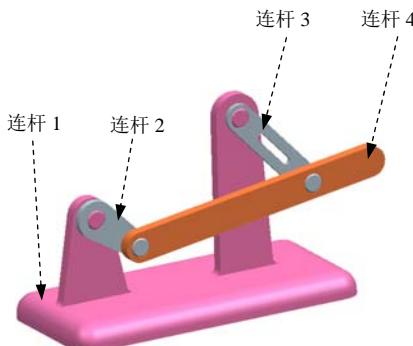

图 2.4.2 选取连杆
(2) 定义连杆对象。在 **选择几何对象以定义连杆** 的提示下，选取图 2.4.2 所示的零件为固定连杆 1。
(3) 定义连杆质量属性。在 **质量属性选项** 下拉列表中选择 **自动** 选项。
(4) 设置连杆类型。在 **设置** 区域中选中 **固定连杆** 复选框。
(5) 定义连杆名称。在 **名称** 文本框中采用默认的连杆名称“L001”。
(6) 在“连杆”对话框中单击 **确定** 按钮，完成固定连杆 1 的定义。
(1) 选择命令。选择下拉菜单 **插入(S)** → **链接(L)** 命令，系统弹出“连杆”对话框。
(2) 定义连杆对象。选取图 2.4.2 所示的零件为连杆2。
(4) 设置连杆类型。在 **设置** 区域中取消选中  **固定连杆** 复选框。
(5) 定义连杆名称。在 **名称** 文本框中采用默认的连杆名称“L002”。
(6) 在“连杆”对话框中单击 **确定** 按钮，完成连杆2的定义。
Step3. 定义其他连杆。参照 Step2 的操作步骤，选取图 2.4.2 所示的零件连杆3(L003)和连杆4(L004)。